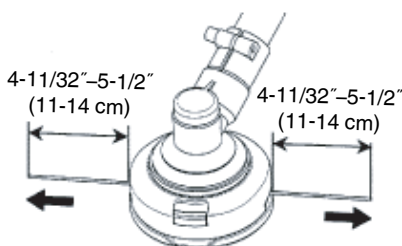

Fig. 42
- (7) La longitud inicial de la línea de corte deberá ser de 4-11/32"-5-1/2" (11-14 cm) aproximadamente e igual a ambos lados. (Fig. 42)